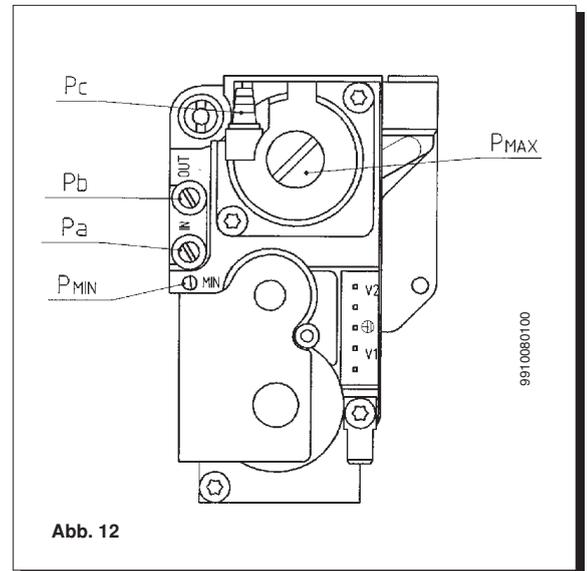

Abb. 12
- * Den Druckmeßstutzen eines möglichst mit Wassersäule versehenen Differenzdruckmanometers mit dem Druckentnahmestutzen (Pb) am Gasregelventil verbinden (Abb. 12). Nur bei raumluftunabhängigen Modellen den Unterdruck-Meßstutzen des gleichen Manometers mit einem speziellen "T"-Stück verbinden, mit Hilfe dessen der Druckausgleichsstutzen des Heizkessels, der Druckausgleichsstutzen des Gasregelventils (Pc) und das Manometer miteinander verbunden werden. (Eine gleiche Messung kann durch Anschließen des Manometers an den Druckentnahmestutzen (Pb) bei abgenommener Frontbedientafel der Kammer des raumluftunabhängigen Heizkessels vorgenommen werden);
- * den Gashahn öffnen und den Drehknopf (1) so drehen, daß der Heizkessel auf Winter (❄) gestellt ist;
- * den Deckel am Gasventil abnehmen und die auf Abbildung 12 dargestellte Stellschraube des Druckreglers (Pmax) verstellen bis die in Tabelle 1 angegebenen Werte erreicht sind;
- * überprüfen, ob der beim Anschlußdruckmeßstutzen (Pa) des Gasventils (Abb. 12) gemessene dynamische Förderdruck des Heizkessels korrekt ist (50 Millibar bei Flüssiggas oder 20 Millibar bei Erdgas);